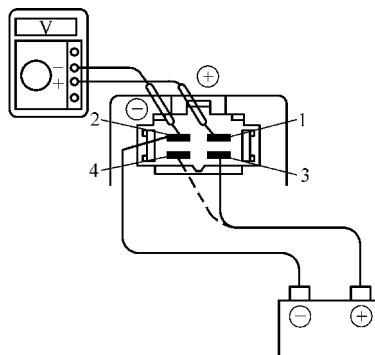

图 10-43 检查间歇继电器延时情况
- 2) 如图 10-43 所示, 将间歇断电器的端子 3 与蓄电池正极连接, 端子 2 与蓄电池负极连接; 再将端子 4 与蓄电池正极连接, 持续 1s 左右拆除。检查端子 1 和端子 3 之间的导通情况, 端子 1 和端子 3 开始不导通, 但过 3~5s 后应导通。如果间歇继电器不符合规定, 则更换间歇断电器。